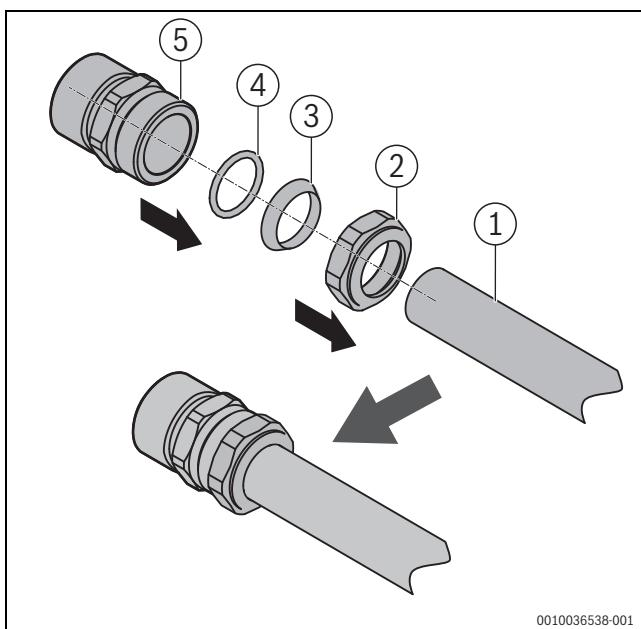

Fig. 7 Installazione della connessione giuntata con anello bicono
- ▶ Installare il **set raccordi di collegamento** (accessori abbinabili) sul tubo come illustrato in fig. 7.